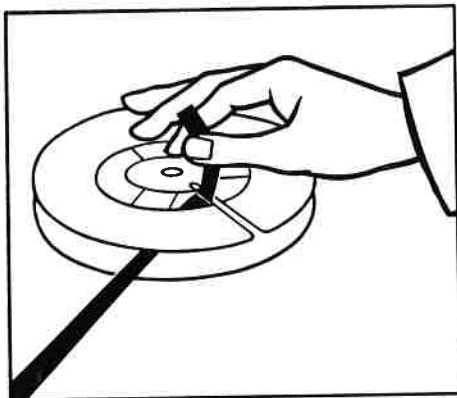
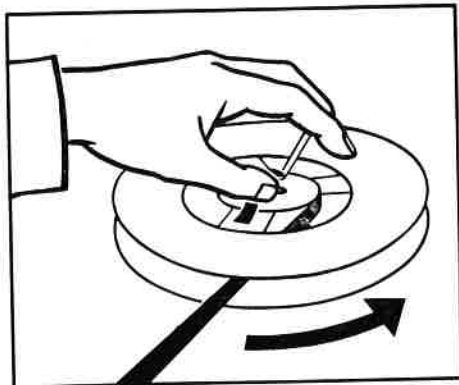

Fig. 9
Fig. 10
- (fig. 9), druk het uiteinde tegen de kern (fig. 10) en draai de spoel met de hand enige slagen linksom tot de band goed vastzit en strak gespannen is.